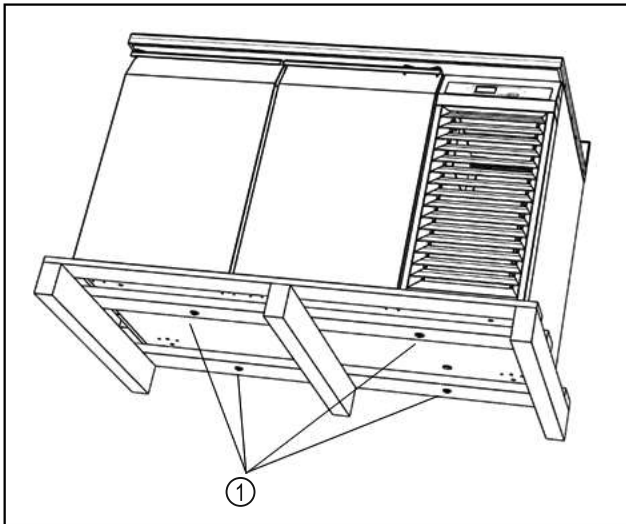

Fig. 7
- Schrauben entfernen. Fig. 7 (1)